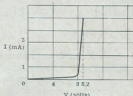

FIG. 2 — É preciso especial cuidado no traçado da curva na região do joelho, nas vizinhanças de 150 μ A.
1. Traçar a característica do diodo zener (Fig. 2) — No caso exemplificado, o diodo utilizado foi do tipo OAZ211, de característica ampla. Sua curva pode ser traçada ponto por ponto, com auxílio de um voltímetro e um miliamperímetro. A resistência equivalente, $R = V/I$ do diodo, pode ser determinada pela curva.